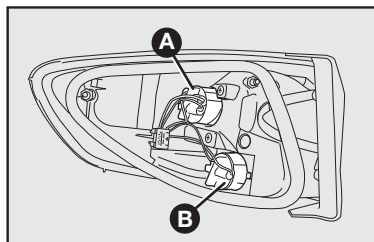

fig. 55
A-fig. 55: luz de posición trasera/luz de freno.
B-fig. 55: luz de giro trasera
2) Para sustituir la lámpara de la luz de posición/freno, gire en el sentido antihorario la tapa portalámpara **B-fig. 55**, empuje ligeramente la lámpara, gírela en el sentido antihorario y sustitúyala. Recoloque la tapa portalámpara, girándola en el sentido horario.
3) Para sustituir la lámpara de la luz de giro, gire en el sentido antihorario la tapa portalámparas **A-fig. 55**, empuje ligeramente la lámpara y gírela en el sentido antihorario. Sustituya la lámpara y recolque la tapa portalámpara, girándola en el sentido horario.